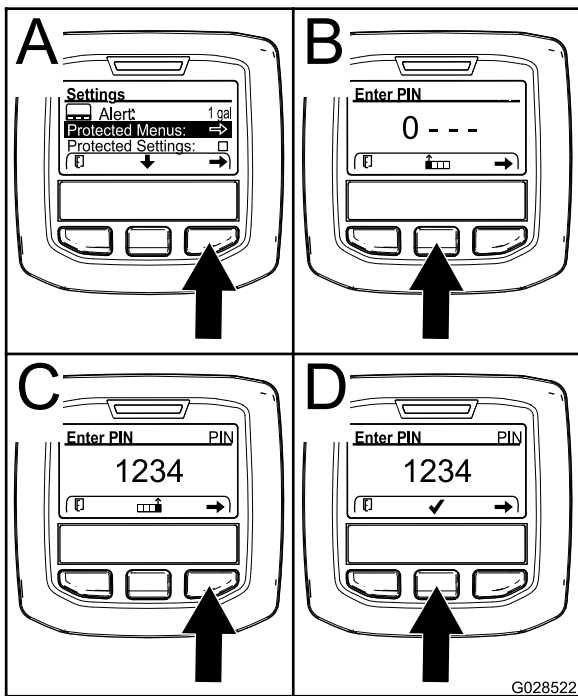

Bild 61
3. Drücken Sie die rechte Auswahltaste, um „Geschützte Menüs“ auszuwählen (A in Bild 61).
- Drücken Sie die mittlere Auswahltaste (B in Bild 61), um den numerischen Wert zu erhöhen (0 bis 9).
- Drücken Sie die rechte Auswahltaste (C in Bild 61), um den Cursor auf die nächste numerische Stelle nach rechts zu verschieben.
Hinweis: Das Häkchen-Symbol wird über der mittleren Auswahltaste angezeigt (D in Bild 61).
6. Drücken Sie die mittlere Auswahltaste (D in Bild 61), um das Kennwort einzugeben.